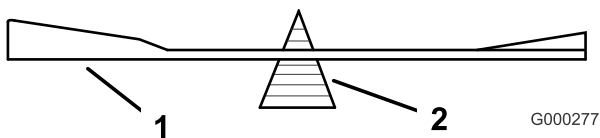
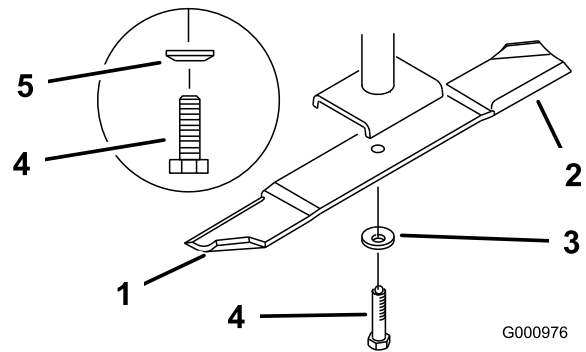

Bild 78
Bild 79
2. Entfernen Sie die Messerschraube, Federscheibe und das Messer von der Spindelwelle (Bild 79).
2. Überprüfen Sie die Auswuchtung des Schnittmessers auf einer Ausgleichsmaschine (Bild 78). Wenn das Schnittmesser in seiner horizontalen Position bleibt, ist es ausgewuchtet und kann wiederverwendet werden. Feilen Sie, wenn das Schnittmesser nicht ausgewuchtet ist, vom Flügelbereich des Messers etwas Metall ab (Bild 79). Wiederholen Sie diesen Vorgang, bis das Messer ausgewuchtet ist.
1. Setzen Sie das Messer auf die Spindelwelle (Bild 79).
(Bild 79). Ziehen Sie die Messerschraube mit 115 bis 150 Nm an.